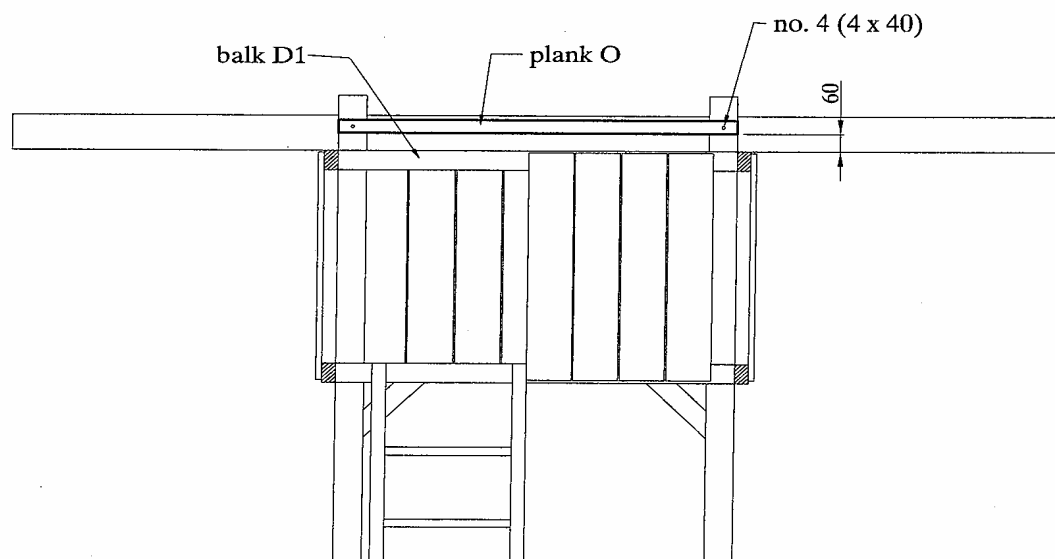

Figuur 17
24. Neem de planken M en N en verdeel deze tussen de planken L. De ruimte tussen de planken komt dan uit op $\pm 5\text{mm}$. (De ruimte tussen de planken mag niet groter zijn dan 8 mm). Als de planken M en N verdeeld zijn schroeft u deze vast met houtschroeven no. 4 (4x40) (zie figuur 17).